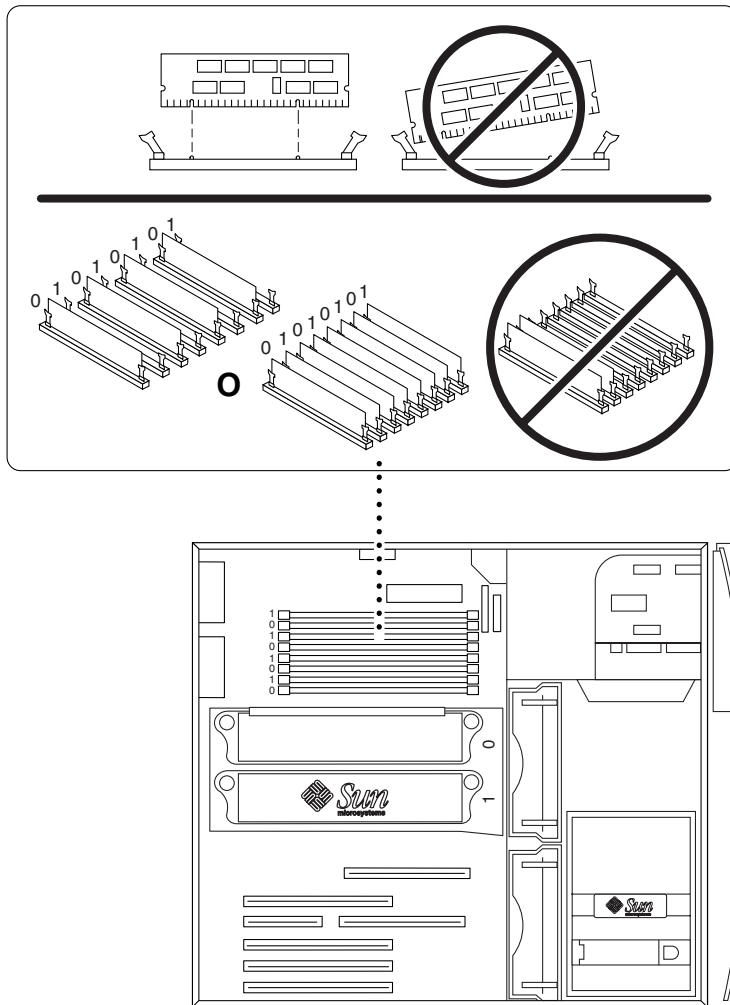

FIGURA 15 Installazione di moduli DIMM supplementari
3. **Installare quattro moduli DIMM nei relativi connettori liberi sulla scheda madre secondo le seguenti istruzioni (vedere FIGURA 15).**